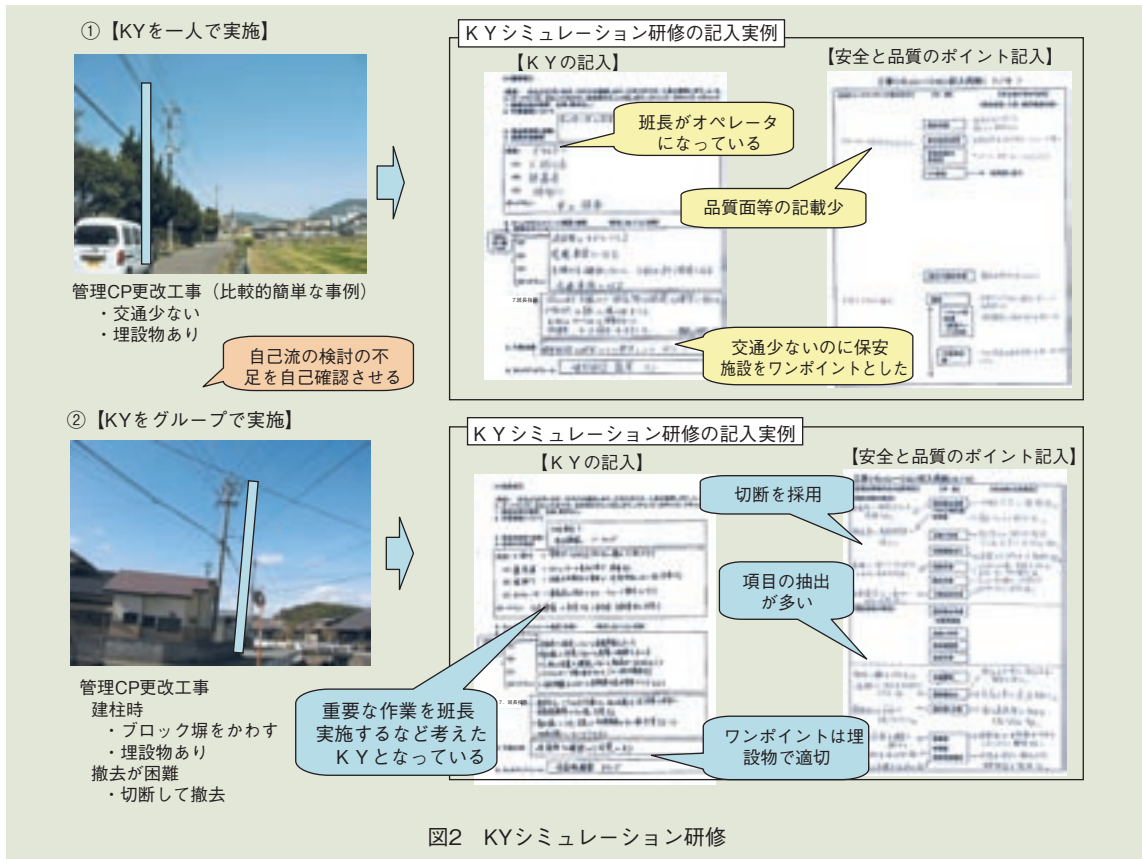

図2 KYシミュレーション研修
班長研修では作業員へ①やるべきことを指示、②やっではないけないことの指導、③指示された以外の行為の禁止、④指示通りできない場合の相談の徹底を図るため、KYのシミュレーション、事故事例での検証を行い、基本動作の定着を図っています。（図2・3）、（平成24年2月～3月の土日で実施；参加者121名）